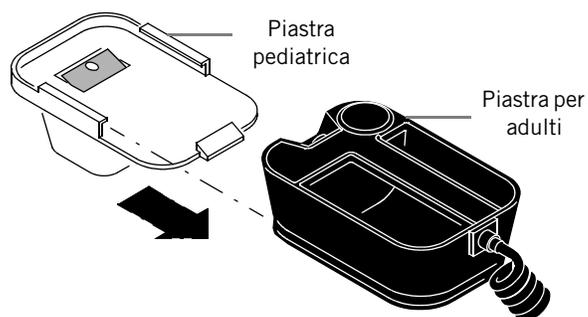

Figura 6-6 Collegamento di una piastra pediatrica
1. Far scorrere le piastre pediatriche sulle piastre per adulti pulite, partendo dal lato anteriore della piastra per adulti (vedere la Figura 6-6).